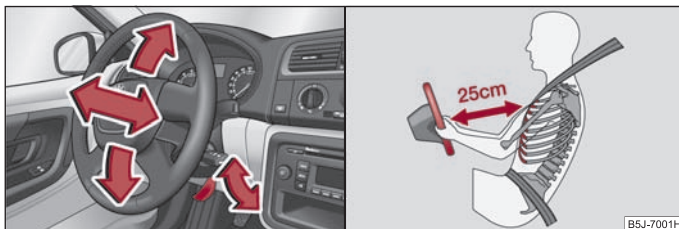

Fig. 93 Volant réglable: Manette sous la colonne de direction / Ecart sûr par rapport au volant
- Tirez la manette sous la colonne de direction vers le bas ⇒ fig. 93 - à gauche ⇒ ⚠.
- Le conducteur doit être au minimum à 25 cm du volant ⇒ fig. 93 - à droite. Les airbags ne peuvent pas vous protéger si vous en êtes plus près - danger mortel!